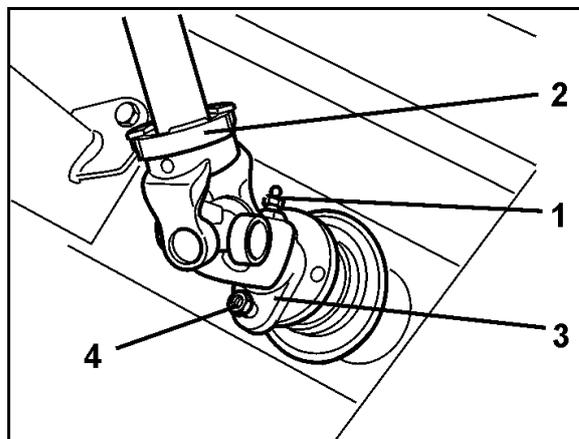

Fig. 87
Montar o pino de fixação de mola apenas do modo indicado (Fig. 87).
2. Aliviar as molas (Fig. 87/1), soltando as porcas (Fig. 87/2).